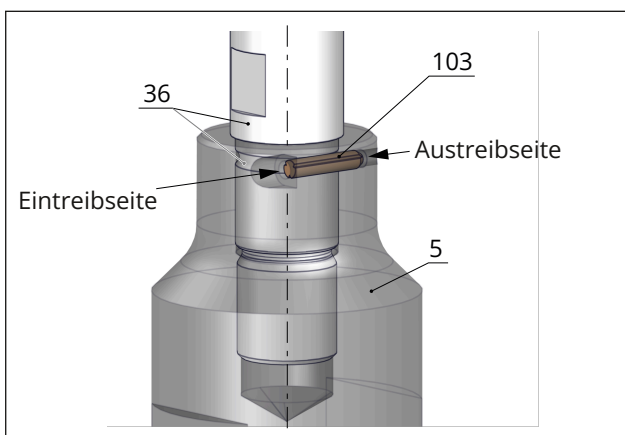

Bild 36: Sicherungsstift zwischen Kegel und Kegelstange bzw. Kolben und Kolbenstange (Prinzipdarstellung)
Kegel und Kegelstange bzw. Kolben und Kolbenstange sind miteinander verschraubt. Um ein ungewolltes Losdrehen des Kegels von der Kegelstange bzw. des Kolbens von der Kolbenstange zu vermeiden, wird die Verbindung der beiden Bauteile mit einem tangential eingesetzten Stift zusätzlich gesichert, vgl. Bild 36. Zum Wechseln des Kegels bzw. Kolbens wie folgt vorgehen:
1. Kegel (5) bzw. Kolben (5) fest in einen Schraubstock einspannen.
2. Den Sicherungsstift (103) mit einem geeigneten Werkzeug (Dorn) von der Austreibseite her aus dem Kegel bzw. Kolben ausschlagen, vgl. Bild 36.
3. Die Kegel- bzw. Kolbenstange (36) mit einem geeigneten Werkzeug vom Kegel bzw. Kolben (5) abschrauben.
5. Neuen Kegel bzw. Kolben (5) fest in einen Schraubstock mit Schutzbacken einspannen. Sicherstellen, dass der Kegel bzw. Kolben dabei nicht beschädigt wird.
6. Kegel- bzw. Kolbenstange (36) in den Kegel bzw. Kolben (5) einschrauben und mit einem geeigneten Werkzeug anziehen. Anzugsmoment beachten.
7. Neuen Sicherungsstift (103) von der Eintreibseite her in die Bohrung des Kegels bzw. Kolbens einsetzen und bis zum Anschlag mit einem geeigneten Werkzeug (Dorn) eintreiben.